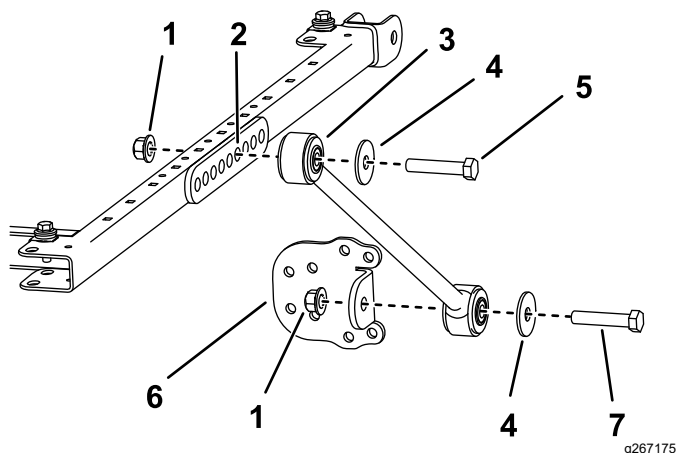

Figura 27
11. En cada lado del bastidor del toldo, monte provisionalmente un tirante en el sexto taladro del soporte con un perno ($\frac{1}{2}$ " x $2\frac{3}{4}$ "), una arandela ($\frac{1}{2}$ ") y una tuerca con arandela prensada ($\frac{1}{2}$ "), tal y como se muestra en la Figura 27.
12. Sujete provisionalmente un soporte de tirante a cada tirante con un perno ($\frac{1}{2}$ " x $2\frac{1}{2}$ "), una arandela ($\frac{1}{2}$ ") y una tuerca con arandela prensada ($\frac{1}{2}$ "), según se muestra en Figura 27.